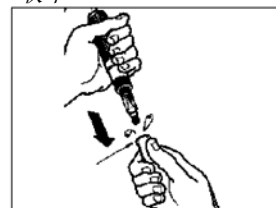

图 23
- (仅对于新的探测器)弄湿探测器的顶端,仔细地将充满液体的橡胶保护套从探测器顶端取下(参看图 23)。请保持探测器顶端湿润!保存保护套以备后用。